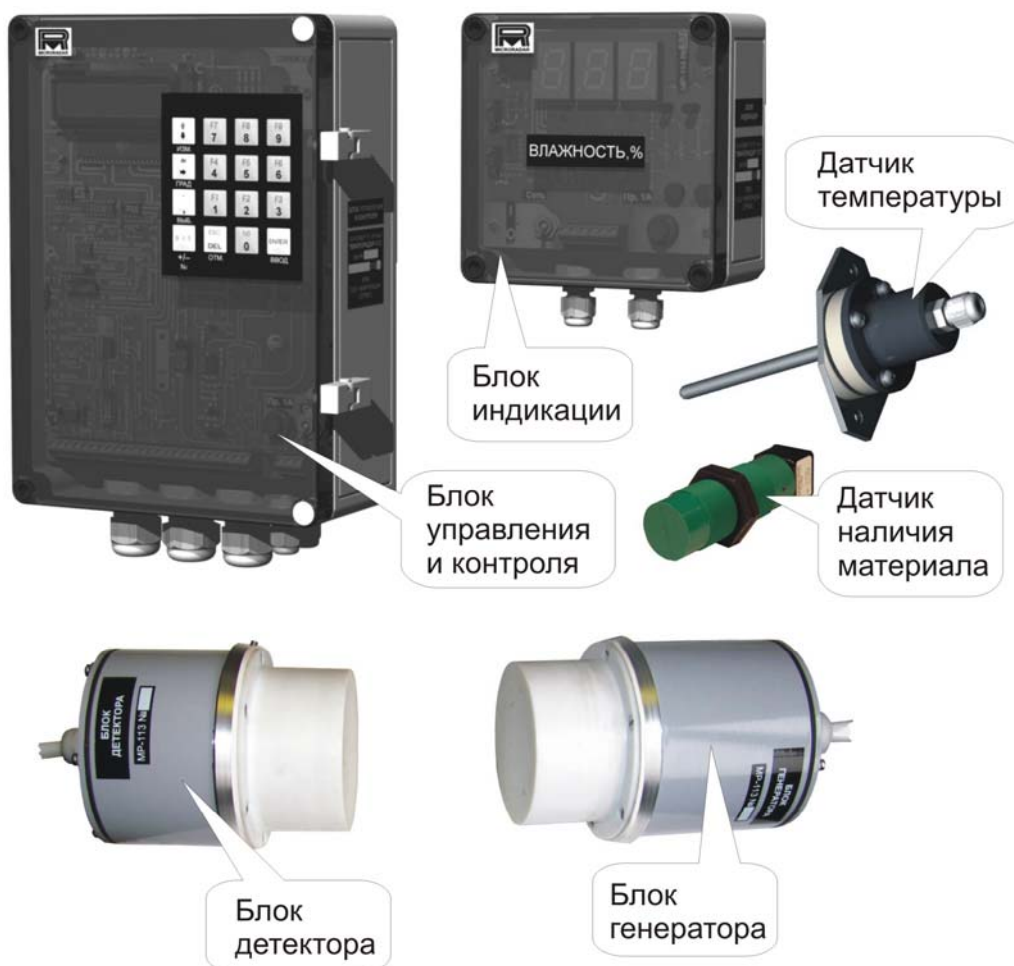

Рис. 1.1. Влагомер «MP-113K20M». Общий вид.
1.1. Данная инструкция по монтажу распространяется на влагомеры поточные «Микрорадар-113K20M» (далее – «MP-113K20M»). На Рис. 1.1 показан общий вид влагомера.